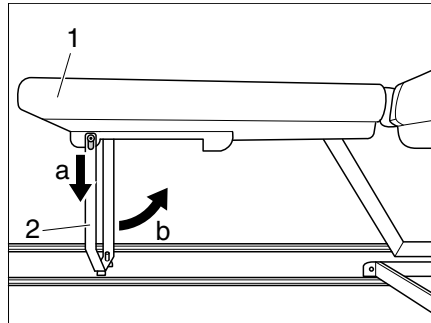

Bild 7 Füße einklappen
- Bettverlängerung (Bild 7,1) nach unten drücken (a), Füße (Bild 7,2) einklappen (b) und Bettverlängerung abnehmen.